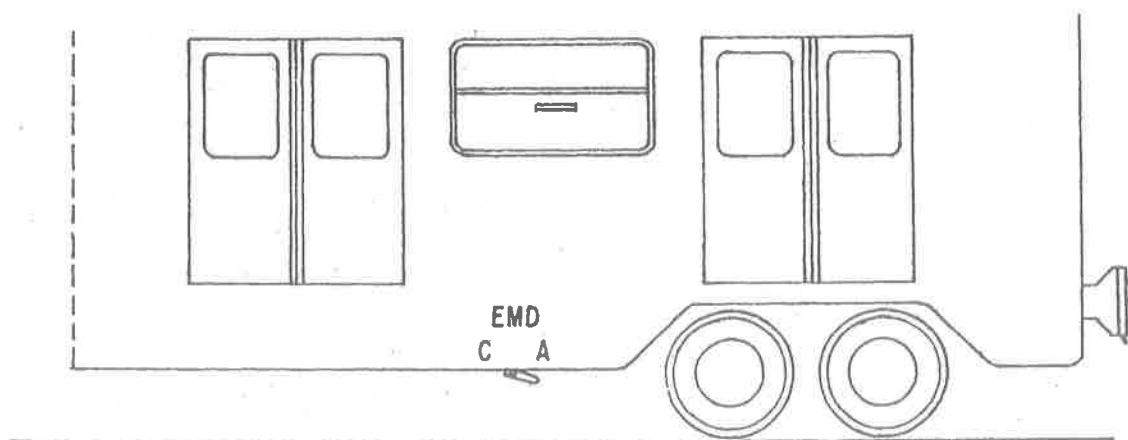

Figura 16
- e) El sistema de freno neumático.- La entrada de aire a este sistema de freno se controla mediante la llave **XF**, esta llave normalmente debe encontrarse en posición abierta **A** y puede cerrarse mediante las manijas de color amarillo instaladas en ambos lados de la carrocería, aproximadamente bajo la tercera ventana (figura 16).